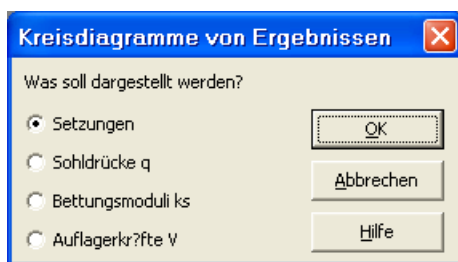

Bild 11-39 Optionsfeld "Kreisdiagramme von Ergebnissen"
- Wählen Sie "Kreisdiagramme von Ergebnissen" aus dem "Graphik"-Menü des Programms *ELPLA-Graphik*. Das folgende Optionsfeld im Bild 11-39 erscheint